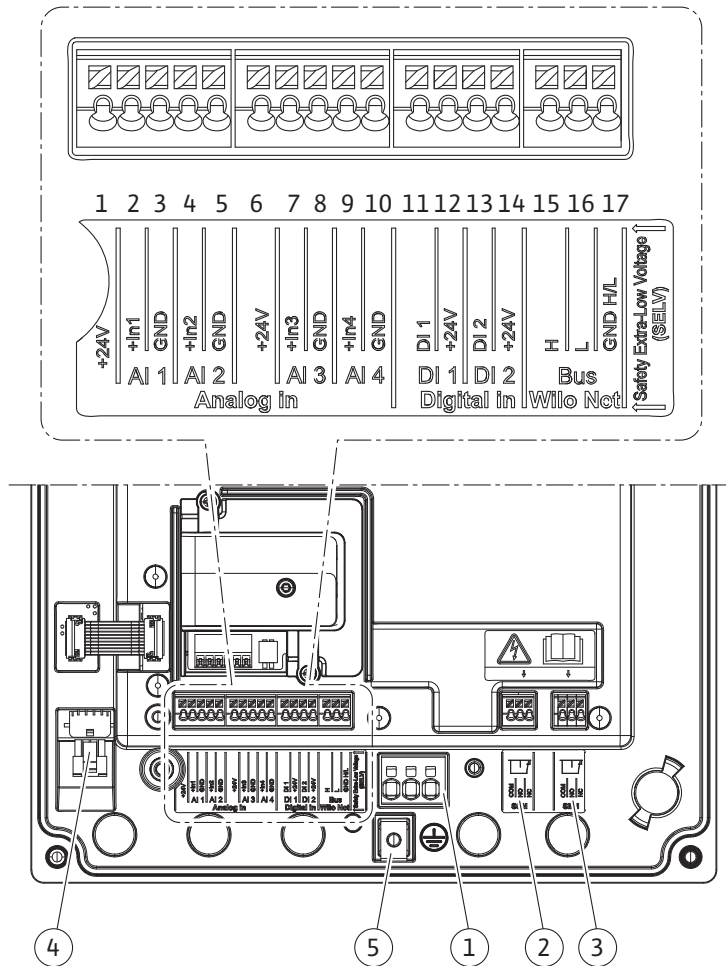

Fig. 19: Übersicht Klemmen im Modul
4. Anschlusskabel durch die Kabelverschraubung M25 (Fig. 19, Pos. 1) führen. Kabelverschraubung mit vorgegebenen Drehmomenten festdrehen.